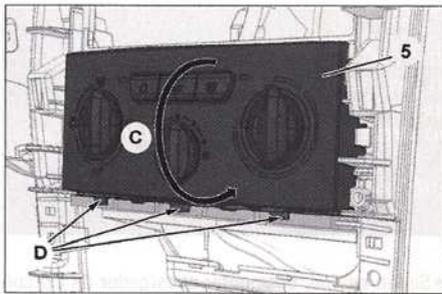

FIG. 8
- Extraer el panel de mando de climatización (5) como se ilustra en (C), desengrapar en (D) (Fig.8).